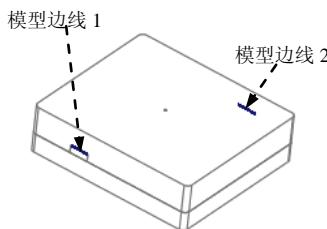

图 31.57 定义基准点参考
Step2. 创建参考点 APNT0 (图 31.57)。单击 **模型** 功能选项卡 **基准** 区域中的“创建基准点”按钮 ，系统弹出“基准点”对话框；在模型中选择图 31.57 所示的模型边线 1，然后在“基准点”对话框 **偏移** 后的文本框中输入值 0.5，在类型下拉列表中选择 **比率** 选项，单击 **确定** 按钮。